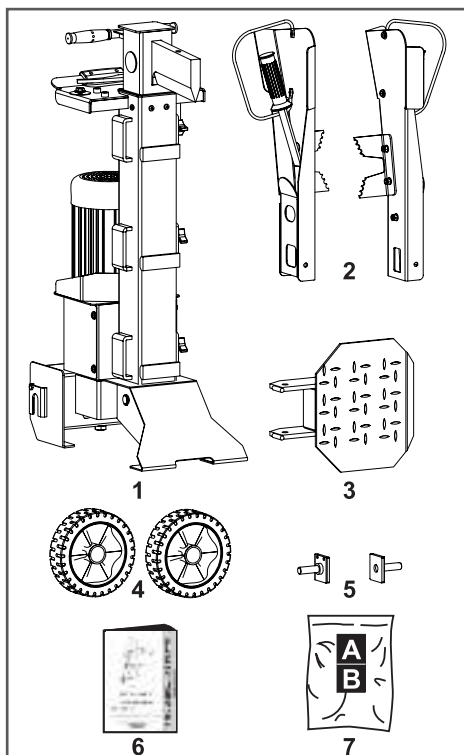
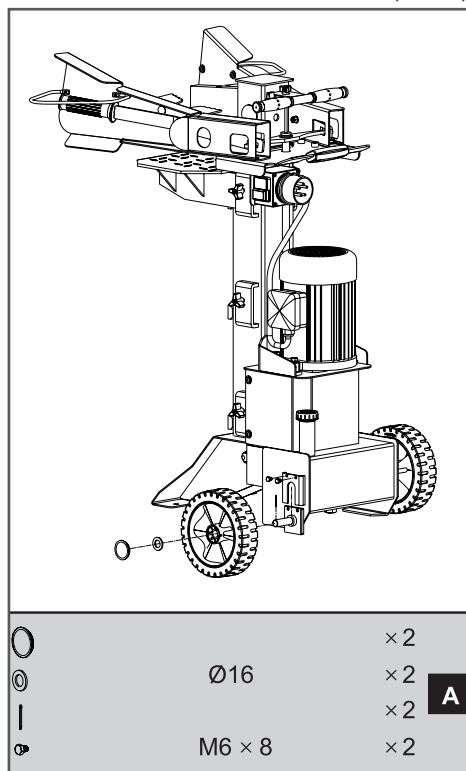

Рис. 2 Комплектность дровокола
Рис. 3 Установка колес
Комплектность дровокола приведена в Таблице 1 и на Рис. 2.
2. Установить на дровокол 1 втулки колесные 5 (Рис. 2) и закрепить их болтами (Рис. 3).
3. Установить колеса на втулки и закрепить их шайбами и шплинтами (Рис.3)